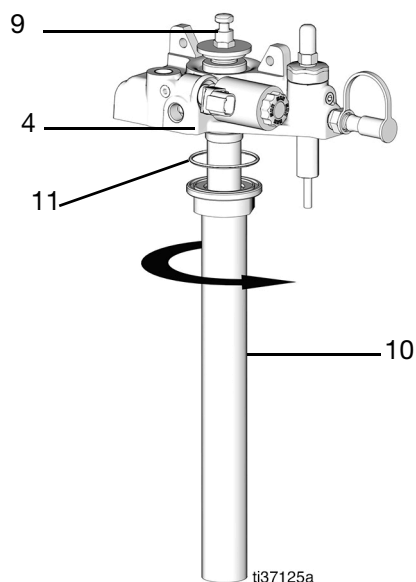
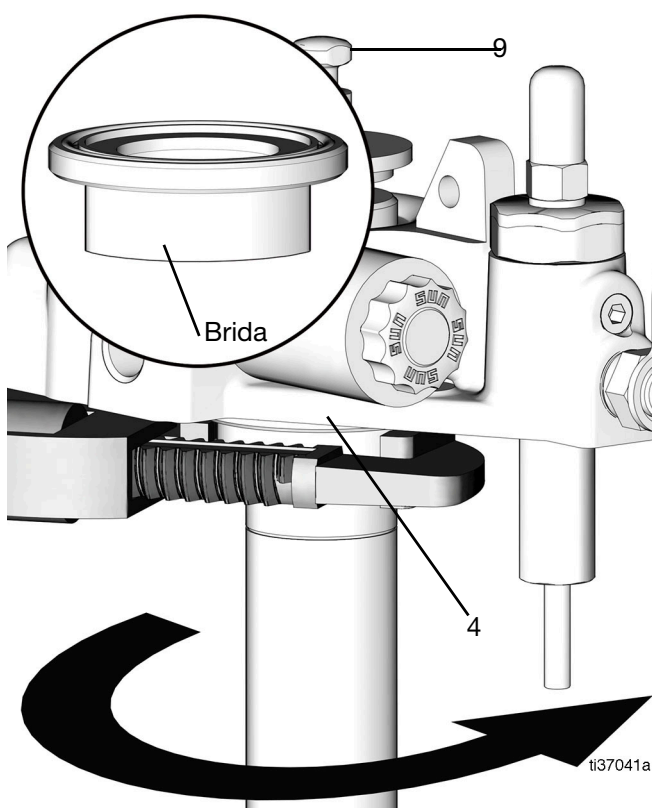

FIG. 65
FIG. 66
25. Vuelva a poner la junta tórica (11) y engrásela un poco (FIG. 65).
26. Deslice el doble tubo (10) sobre el conjunto y hacia arriba del alojamiento de la bomba. Apriete la brida (a un par de 54,2 N•m [40 lb-pie]) (FIG. 65 y FIG. 66).